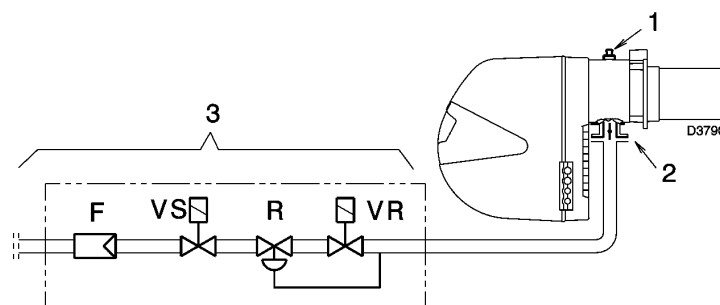

Рис. 38
Давление газа измерено на штуцере для измерения давления газа (1) (рисунок 38), при:
Потеря давления на дроссельной заслонке газа (2) (рисунок 38) при максимальном открывании 90°.
Потеря давления на газовой рампе (3) (рисунок 38), которая включает в себя регулировочный клапан VR, предохранительный клапан VS (оба открыты максимально), регулятор давления R, фильтр F.
- вычитите из давления газа на штуцере (1) (рисунок 38) давление в камере сгорания;
Если же вы наоборот хотите узнать давление газа, которое должно быть на штуцере замера давления (1) (рисунок 38), при условии что вы зафиксировали максимальную мощность, с которой должна работать горелка, действуйте следующим образом:
- справа, в колонке 1, прочтите давление на штуцере отвода давления (1) (рисунок 38)